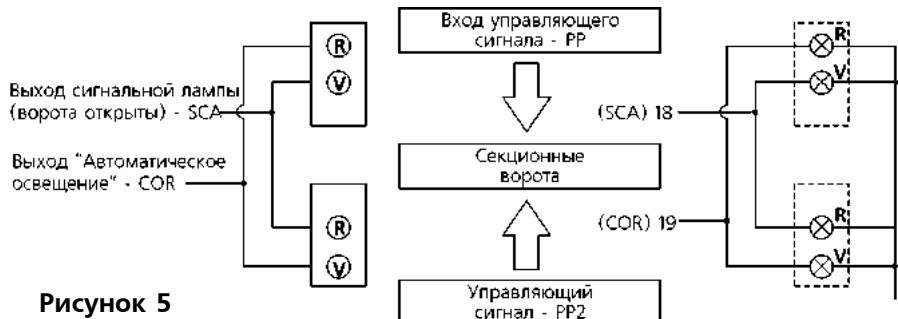

Рисунок 5
вход "Open"(Открыть) становится "Step-by-Step 2"(Шаг за шагом 2), тогда как оба выхода "Автоматическое освещение" (COR) и "Сигнальная лампа открытых ворот" (SCA) становятся зеленым световым сигналом для одного направления и зеленым световым сигналом для другого направления, как показано на Рис. 5. Для каждого направления движения выдаются различные управляющие сигналы на открывание: "Step-by-Step" (PP) - для въезда и "Step-by-Step 2" (PP2) - для выезда. Вследствие этого система укомплектовывается оборудованием из двух сигнальных огней, Красного и Зеленого цвета, которые подключаются к выходам SCA и COR.